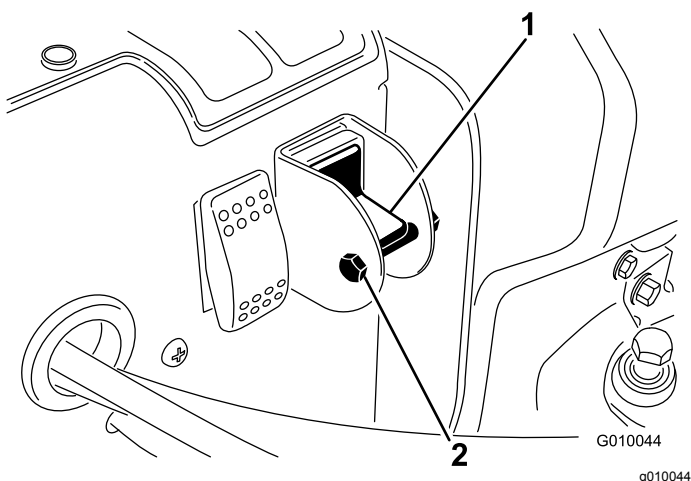

Figura 30
4. Retire el perno de bloqueo y la tuerca del interruptor de selección (Figura 30).